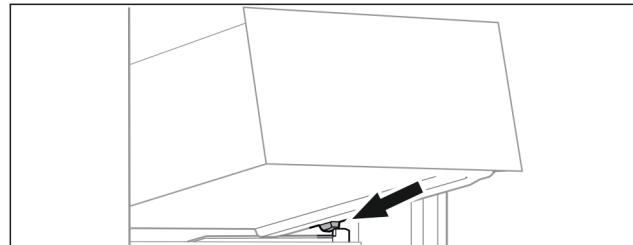

Fig. 20
- Nasadte zásuvku šikmo za zarážkami na rebro nádoby Fig. 20 (1).